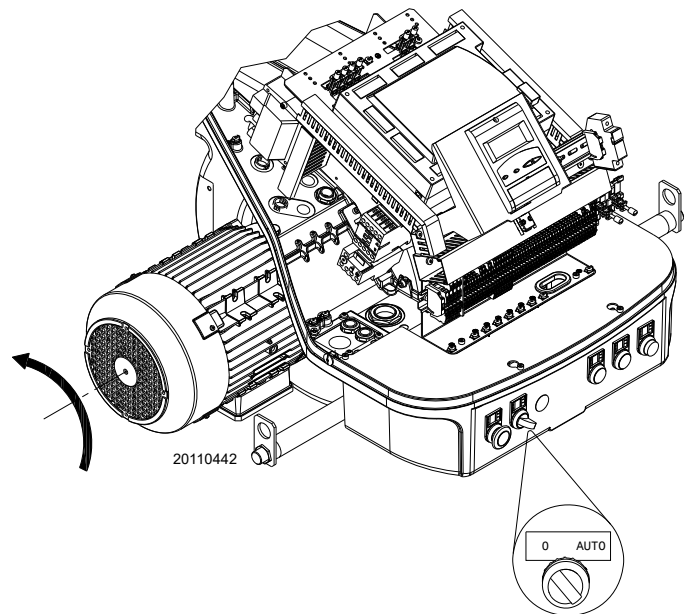

Abb. 27
Die Thermostate / Druckwächter schließen und den Schalter von Abb. 27 in die Position „AUTO“ stellen.
Sollten sie auf das Anliegen von Spannung hinweisen, muss der Brenner **sofort** gestoppt und die elektrischen Verbindungen müssen überprüft werden. Beim Anlaufen des Brenners die Drehrichtung des Motors überprüfen, siehe dazu Abb. 27.
- Den Schalter auf Abb. 27 auf „0“ stellen und warten, bis das Steuergerät die Abschaltphase ausführt;
- durch Betätigen des „0-AUTO“-Schalters von Abb. 27 auf Seite 31;